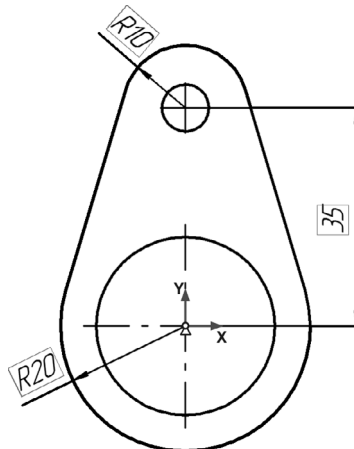

Рис. 66.26.
9. Постройте две окружности произвольного радиуса с отрисовкой осей симметрии. В качестве центральных точек окружностей укажите центральные точки соответствующих дуг (рис. 66.26).